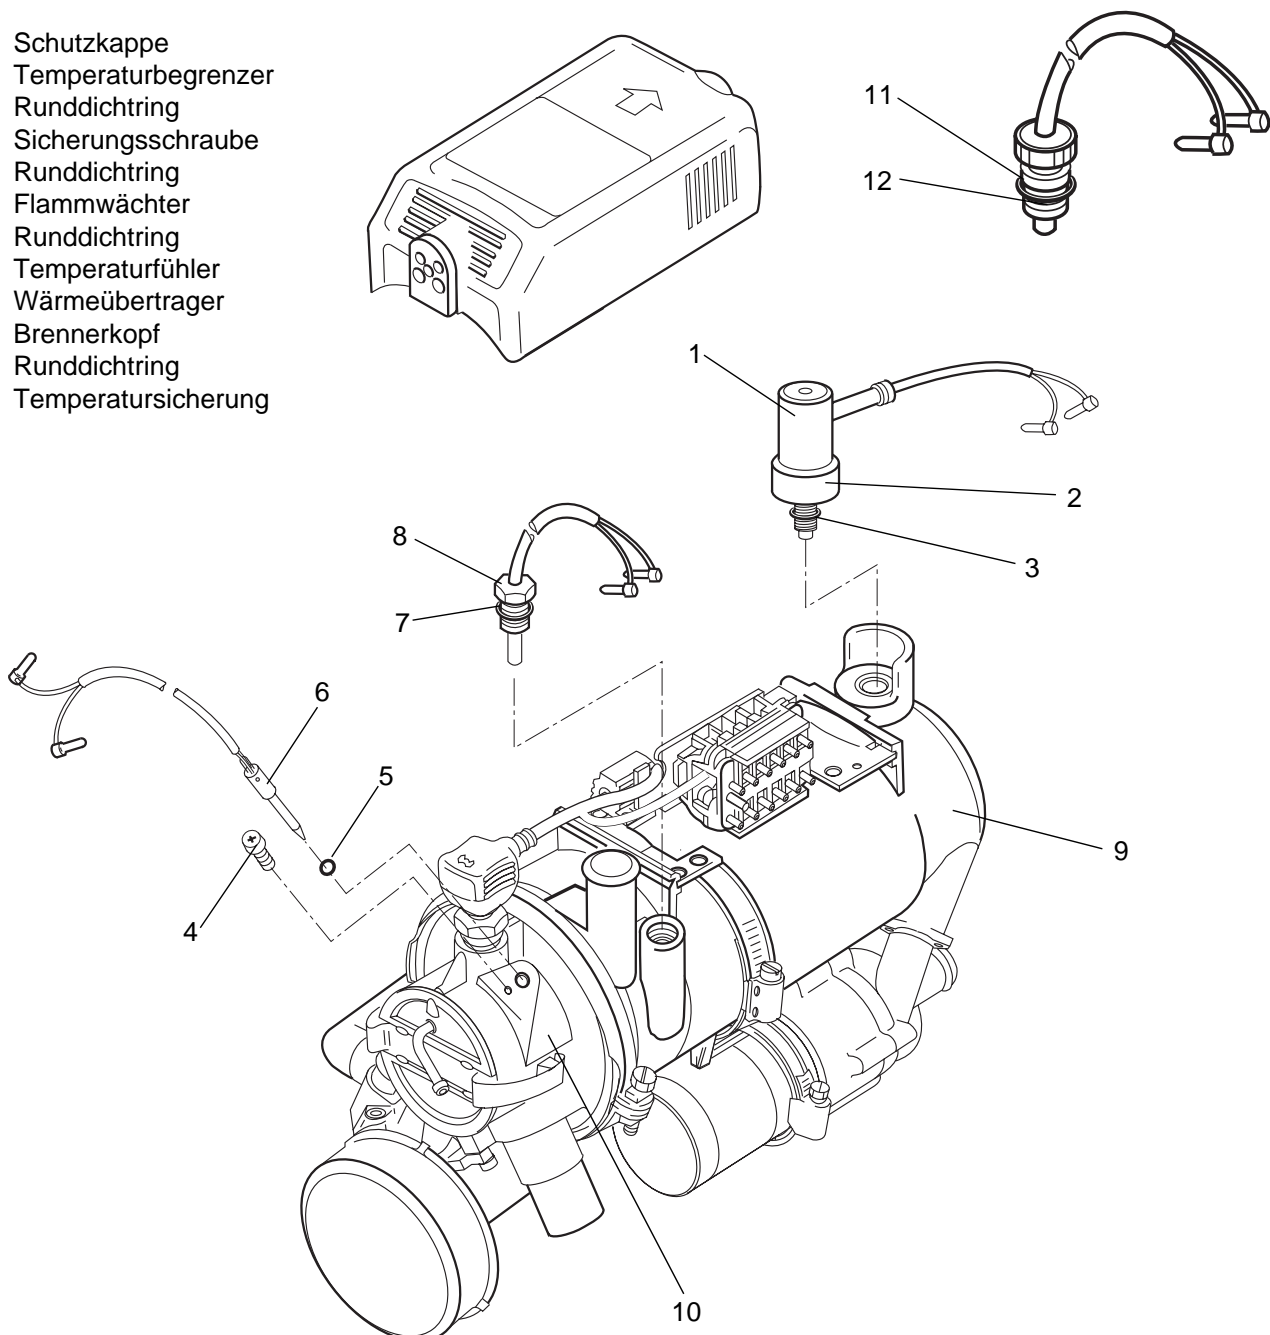

Abb. 902 Wechsel des Temperaturbegrenzers, der Temperatursicherung, des Temperaturfühlers und Flammwächters
3. Schutzkappe (1, Abb. 902) abziehen.
4. Temperaturbegrenzer (2) aus dem Wärmeübertrager (9) heraus-schrauben und mit Runddichtring (3) entfernen.
1. Gewinde mit Copaslip (Ident-Nr. 105 898) einstreichen und Temperaturbegrenzer (2, Abb. 902) von Hand in den Wärmeübertrager (9) einschrauben.
2. Temperaturbegrenzer (2) mit einem Gabelschlüssel max. 1/3 Umdrehung anziehen. Maximales Anzugsmoment 1,5 Nm.
3. Schutzkappe (1) aufsetzen.
3. Temperatursicherung (12, Abb. 902) aus dem Wärmeübertrager (9) herausschrauben und mit Runddichtring (11) entfernen.
1. Gewinde der Temperatursicherung (12, Abb. 902) mit Copaslip (Ident-Nr. 105898) einstreichen.
2. Temperatursicherung (12) mit Runddichtring (11) von Hand in den Wärmeübertrager (9) einschrauben.
3. Temperaturfühler (8, Abb. 902) herausschrauben und mit Runddichtring (7) entfernen.
1. Temperaturfühler (8, Abb. 902) mit Copaslip (Ident-Nr. 105 898) einstreichen, mit Runddichtring (7) in den Wärmeübertrager (9) schrauben und mit 0,5 Nm anziehen.
3. Sicherungsschraube (4, Abb. 902) lösen.
4. Flammwächter (6) am Bügel mit Runddichtring (5) herausziehen.
1. Neuen Runddichtring (5, Abb. 902) mit säurefreiem Fett einfetten und auf den Flammwächter setzen (Entlüftungsbohrung muß frei bleiben).
2. Flammwächter (6) in den Brennerkopf (10) schieben.
3. Sicherungsschraube (4) mit Kupferpaste einstreichen und in den Brennerkopf (10) einschrauben.